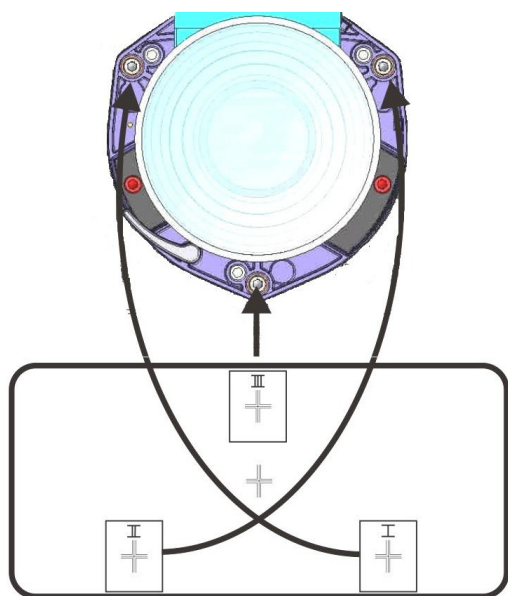

Figura 2-3 Modelo de retículo en cruz
3. Si es necesario realizar el calibrado, consulte la **Figura 2-3** para ver cómo afectan los tornillos de ajuste de la montura de la lente a los retículos en cruz correspondientes del modelo de prueba.